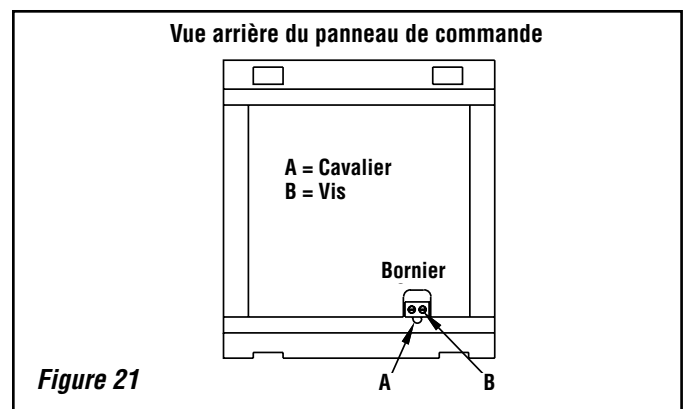

Figure 21
- 1) Débrancher le poêle de la prise électrique. Ouvrir la porte latérale droite et soulever le panneau de commande de ses supports. Localiser le bornier vert clair en bas et à l'arrière du panneau de commande (voir **Figure 21**) ; desserrer les deux vis B à l'arrière du bornier et retirer le cavalier (A) sortant du bornier.